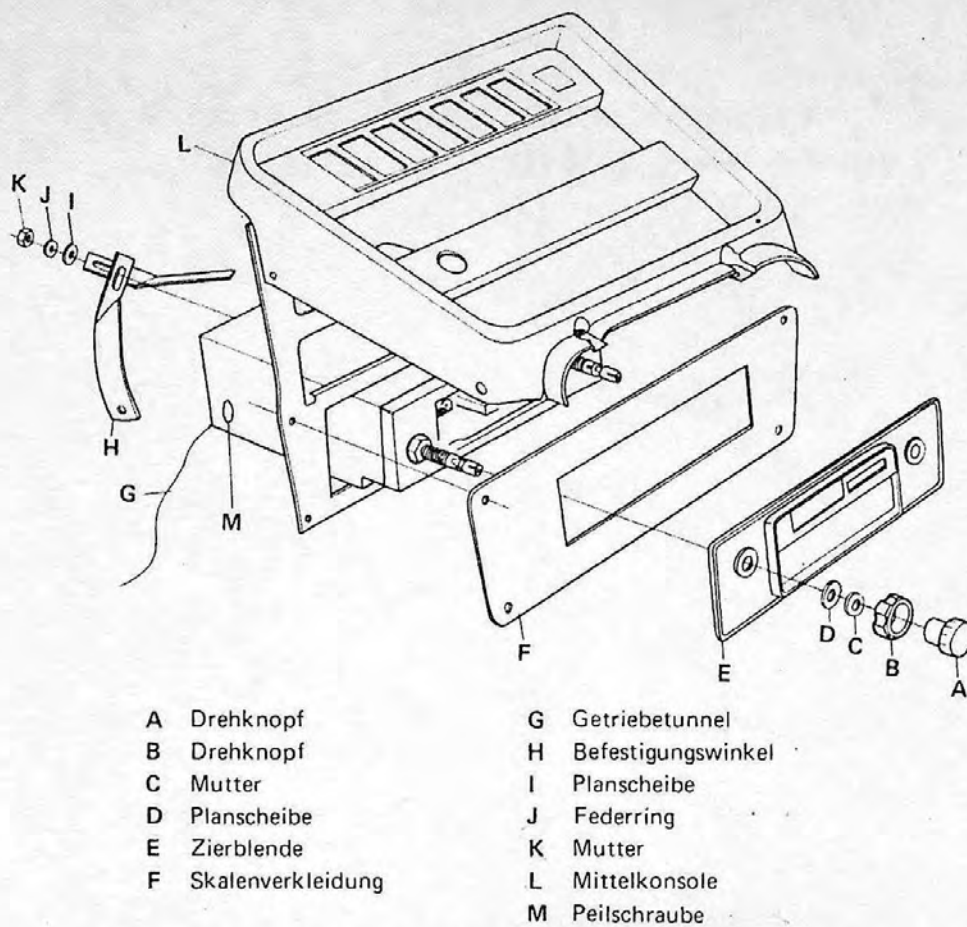

Abb. 1 Einbau des Tonbandgerätes
3. Skalenverkleidung und Zierblende am Gerät anbringen (Abb. 1).
5. Befestigungswinkel an der Schraube auf der Geräterückwand festsetzen (Abb. 1).